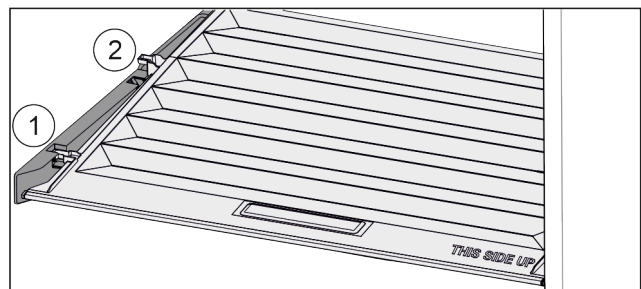

Fig. 97
- ▶ Deksel tot de opening in de vasthoud delen naar voren trekken Fig. 97 (1).
- ▶ Aan de achterkant vanaf de onderkant omhoog tillen en vanaf de bovenkant verwijderen Fig. 97 (2).